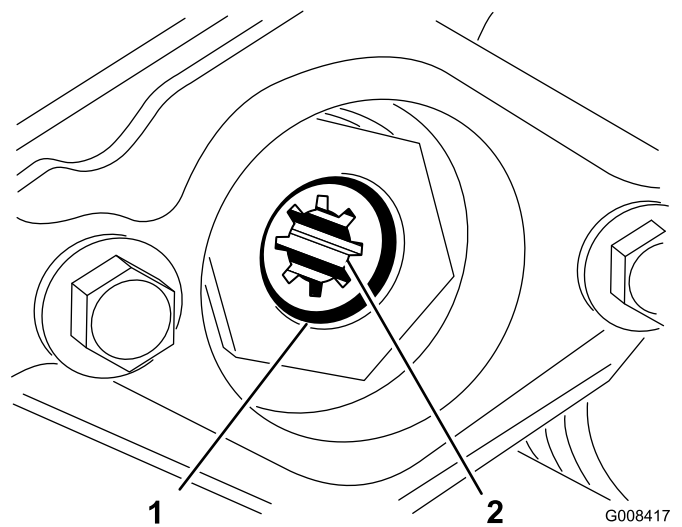

図 9
4. 駆動カップラをリール・チューブに固定しているスナップ・リングを取る (図 9)。駆動カップラを取り外す。
5. 駆動カップラの内面にグリスを塗る。駆動カップラを、Cuttingユニットのリール・チューブの左端に取り付け、スナップ・リングで固定する (図 9)。